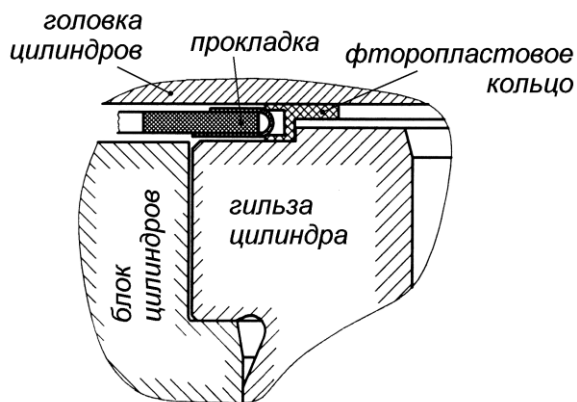

Рис. 8. Схема расположения деталей в месте уплотнения газового стыка
2. Головки цилиндров двигателей ЯМЗ-238БЕ,Б, ЯМЗ-238ДЕ,Д блочные на четыре цилиндра каждая. Конструктивно выполнены в основном аналогично предыдущей блочной головке, но в зоне уплотнения гильз цилиндров нет кольцевых проточек. Стык головки цилиндров, блока и гильзы (рис. 8) уплотняется прокладкой из безасбестового полотна (типа «сэндвич») с окантовками газового стыка цилиндрических отверстий и овальных отверстий для прохода охлаждающей жидкости. В окантовки цилиндрических отверстий вставлены разрезные уплотнительные фторопластовые кольца. Крепление к блоку осуществляется 21-ой шпилькой с шайбами и гайками.